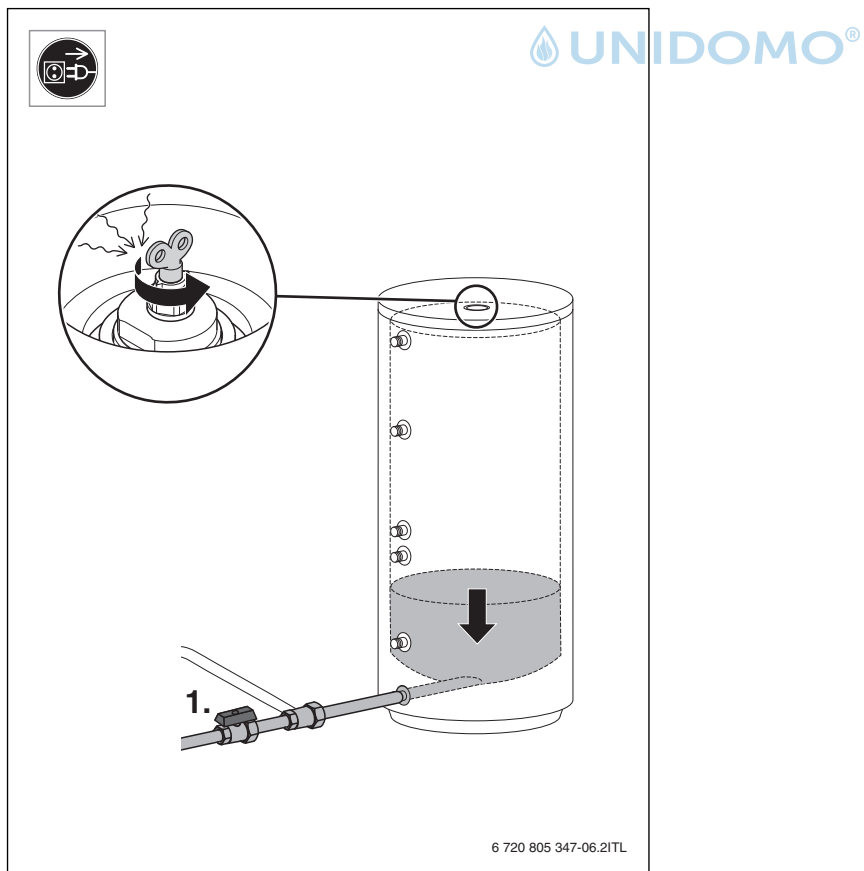

Fig. 20
- Speicher entleeren (→ Fig. 20, Seite 12).